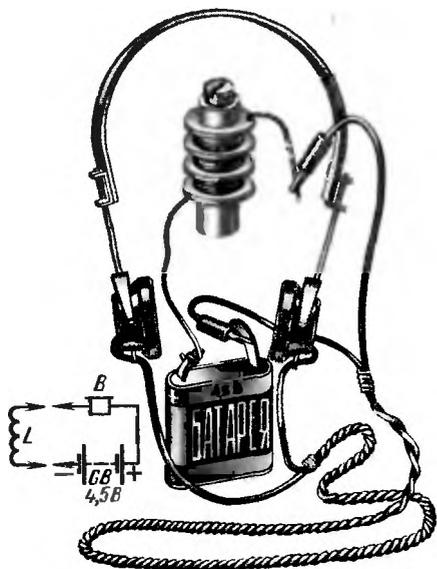

Рис. 102. Телефонный пробник
**Телефонный пробник.** Самый простой пробник можно сделать из электромагнитного телефона и батареи 3336Л. Соедини их последовательно, как показано на рис. 102. Вот и весь прибор. Свободным штепселем телефона и вторым выводом батареи ты будешь подключать его к проверяемой детали, цепи.